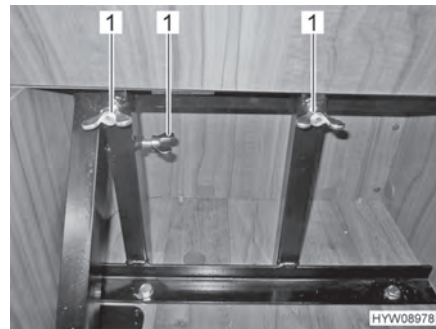

Fig. 20 Fissare il sedile installabile mediante dadi ad alette
- Fissare il sedile installabile mediante dadi ad alette (Fig. 20,1).